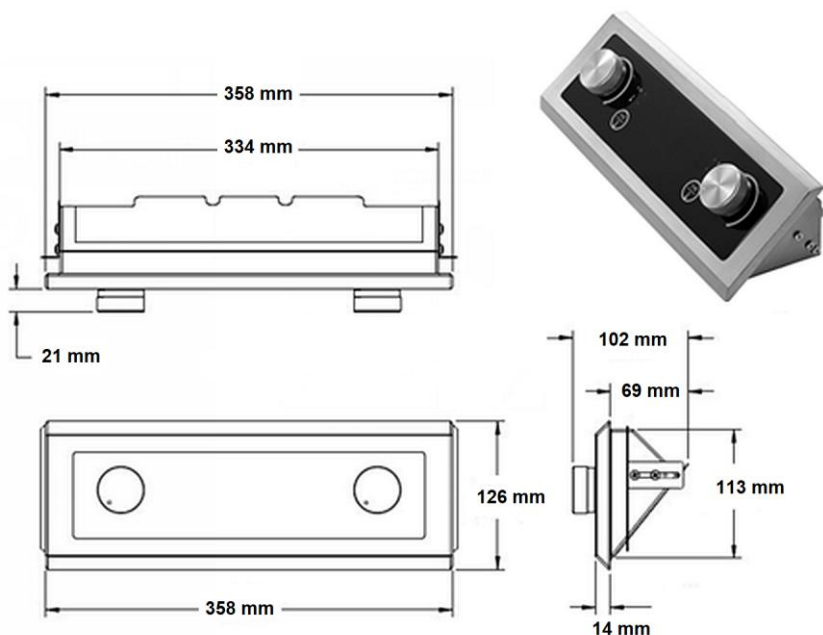

Abb. 3
1. Der Ausschnitt für die Bedieneinheit sollte 348 mm lang und 113 mm (Abb. 3) breit sein.